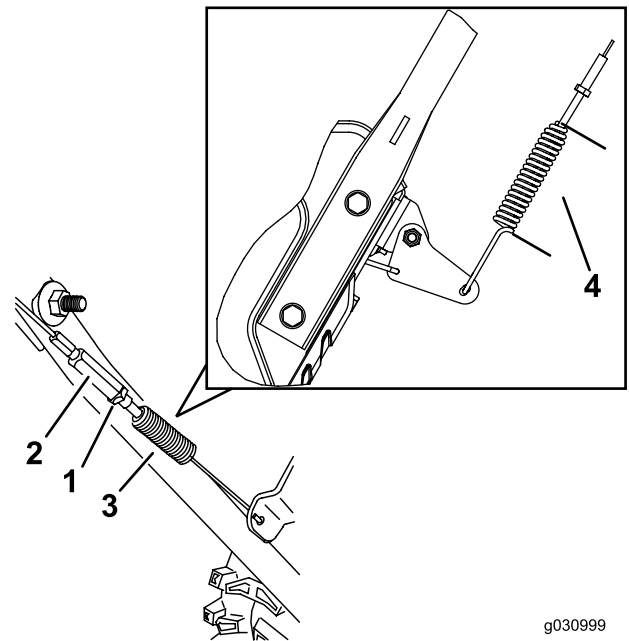

Figura 27
3. Afloje o apriete el tensor para ajustar la longitud del muelle a 5.5 cm (2-3/16"), como se muestra en la Figura 27.
4. Apriete la contratuerca (Figura 27), asegurándose de que hay una ligera tensión en el cable.